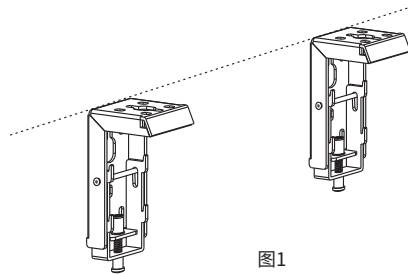

图1
2. 将安装架安装在银幕背面或顶部所对的平面上, 并且确保左右两个安装架在同一条水平直线上。(建议: 安装时在墙面或天花板上画一条水平直) (如图1)